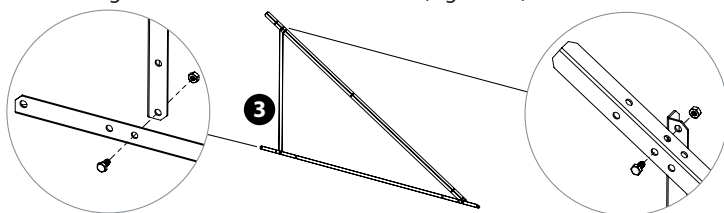

Figura 2.2
- 2 Avvitare la barra **3** agli estremi liberi della barra **1** e **2** (Figura 2.2).